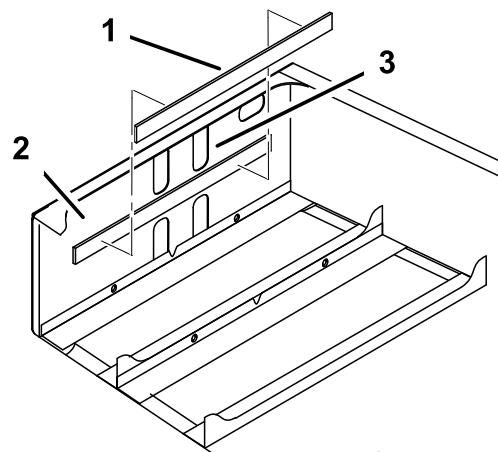

Figura 5
3. Togliete il nastro adesivo dalla parte posteriore del supporto delle batterie, e applicate quest'ultimo alla superficie interna anteriore del telaio posteriore, come illustra Figura 5.
Nota: Il supporto dev'essere situato 6 mm sotto il bordo inferiore della serie di fori superiore (Figura 5).